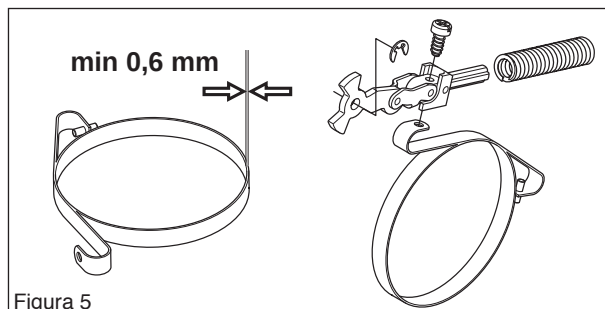
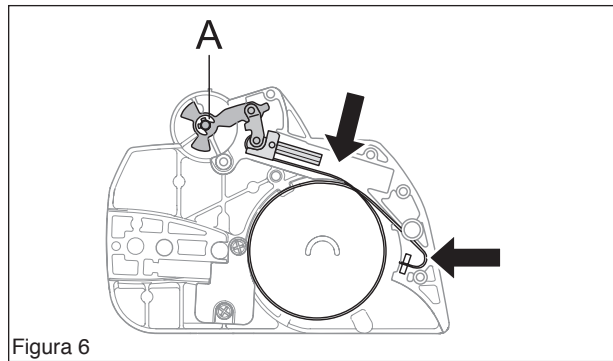

Figura 5
Figura 6
- Medir el grosor de la cinta del freno de cadena. No debe ser inferior a 0,6 mm en ningún punto. (Ver la figura 5.)
Armar la rótula y la cinta de freno (ver la figura 5), par de apriete 1-1,5 Nm. Colocar la rótula con la cinta de freno montada en su toma en el envolvente del embrague. El espacio para el muelle en el envolvente debe lubricarse con grasa. (Ver la figura 6.)
Fijar el retén (A) (ver la figura 6).